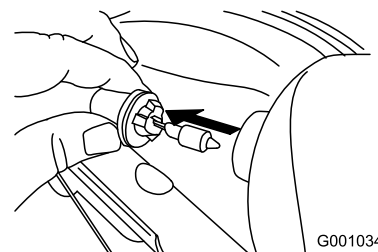

Figura 54
3. Togliete la lampadina dal retro del faro (Figura 54).